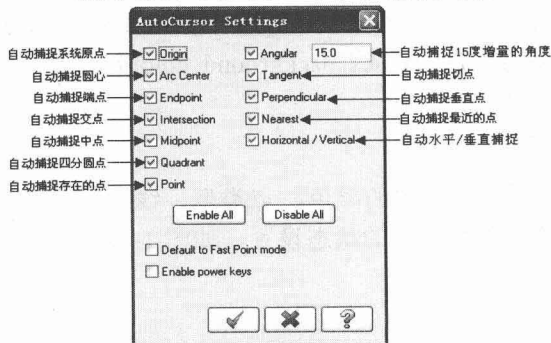

图1-7 设置自动捕捉类型
- : 自动捕捉设置。单击 按钮, 系统弹出图 1-7 所示的自动捕捉设置对话框, 用户可以设置自动捕捉的类型, 在设置时用户可以逐一选择需要的捕捉类型, 也可以单击 **Enable All** 按钮, 一次性选上所有的捕捉类型, 或单击 **Disable All** 按钮, 一次性取消所有的捕捉类型。